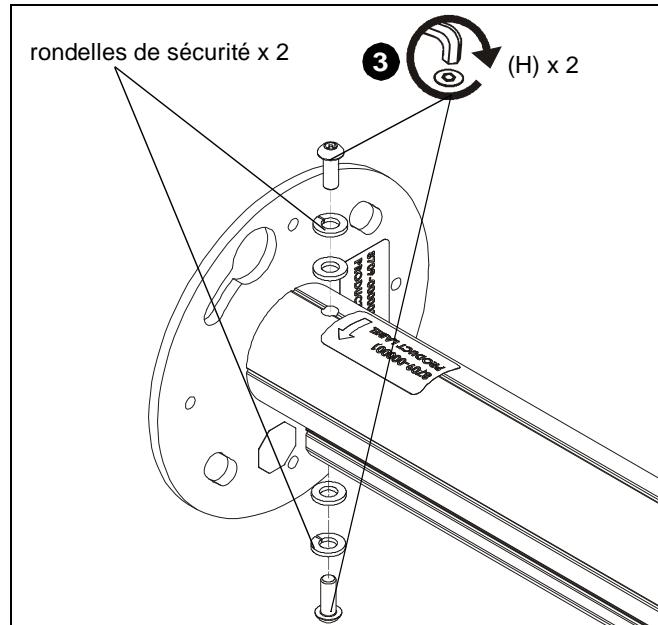

Abb. 3
3. Verwenden Sie zwei M6 x 16-mm (5/8")-Sicherheitsschrauben (H) und die in Schritt 2 entfernten Unterlegscheiben, um die Säule der KITE-Serien-Halterung an der Adapterplatte zu fixieren. (siehe Abb. 3)
WICHTIG!: Die Unterlegscheiben müssen in der gleichen Reihenfolge wieder eingesetzt werden, wobei die Sicherungsscheiben am nächsten an den Schraubenköpfen liegen. (siehe Abb. 3)